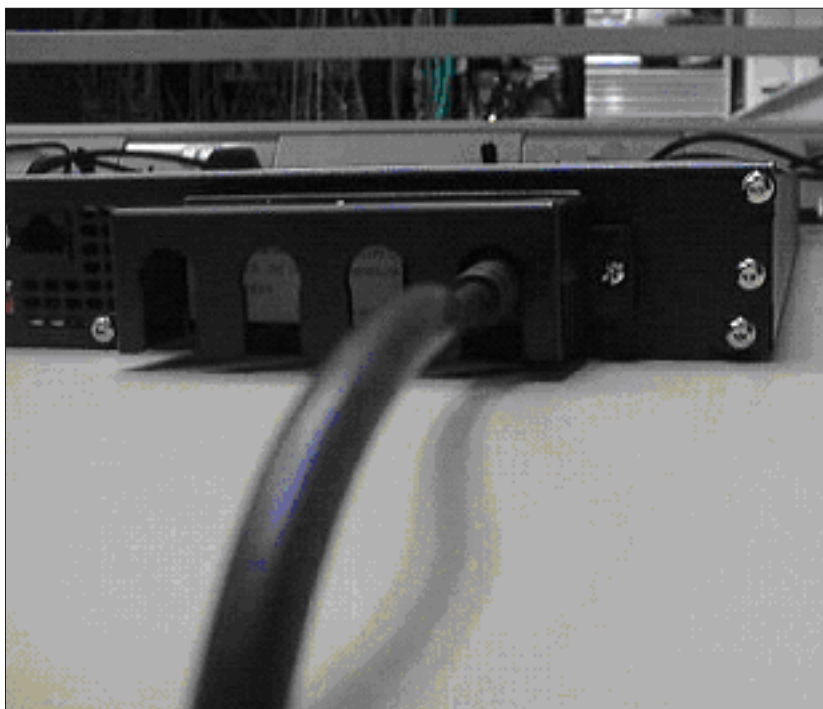

図 198. 2145 UPS-1U 電源ケーブル保持ブラケット
4. 562 ページの図 198 に示すように、各サイドに 1 つのねじで、ブラケットを所定の位置に固定します。